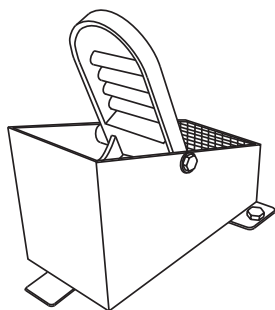

Abbildung 10. Fußpedal zur Steuerung der Trennscheibendrehzahl
2. Rechtes Fußpedal (Abbildung 10) steuert die Drehzahl der Trennscheiben und des Motors. Die Position des Fußpedals bestimmt die Klinge Drehzahl der Trennscheiben. Eine langsame Drehzahl der Trennscheiben wird durch leichtes Drücken des Pedals erreicht. Die maximale Drehzahl der Trennscheiben wird durch vollständiges Drücken des Pedals erreicht.